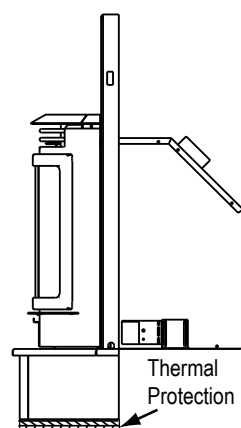

Figure 21.4
10. Isolation thermique de 38 mm (1-1/2 po), la valeur « k » de 0,49 et la valeur R de 3,06 sous le support de garniture sans dégagement (**Figure 21.4**).